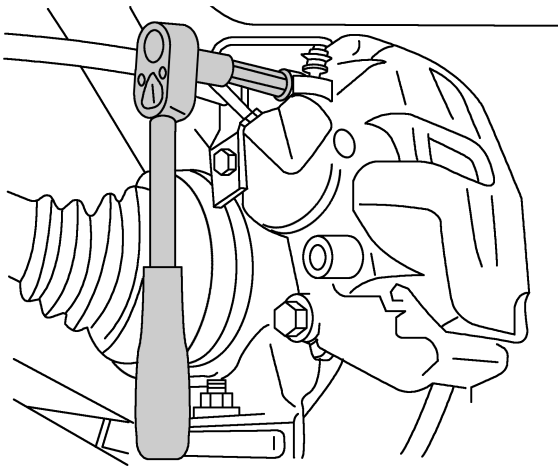

图 3-2-66 从制动钳中拧下并取出两个导向销
(4) 从制动钳中拧下并取出两个导向销，如图 3-2-66 所示。拆卸制动钳体并正确放置，使制动钳的重量不会加到制动软管上或损坏制动软管，将制动摩擦片从制动钳体中取出或从制动器支架上取下。